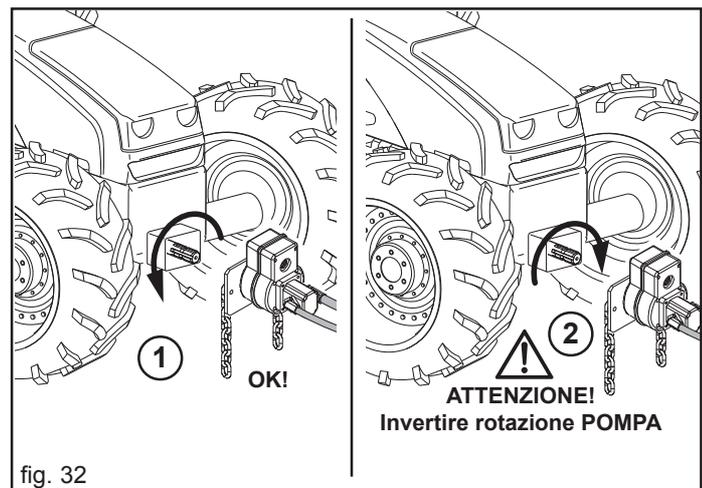

fig. 32
Bei abgeschaltetem Motor und stabil gebremstem Schlepper alle Schnellkupplungen einstecken. Die Zapfwelle des Schleppers (1, Abb. 32) säubern und mit Fett schmieren. Das Getriebe (2) wie in Abb. 32 gezeigt auf die Zapfwelle des Anbaugeräts aufstecken. Die korrekte Kopplung überprüfen und die Drehung des Übersetzers mit den beigeestellten Ketten sperren (3, Abb. 32), indem diese an ein festes Teil des Schleppers angeschlossen werden.